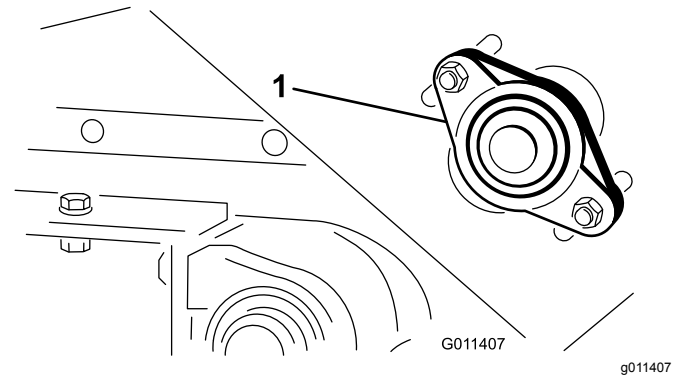

Figure 22
1. Desserrez les écrous qui fixent le boîtier de roulement (Figure 22) sur le côté droit de la machine.